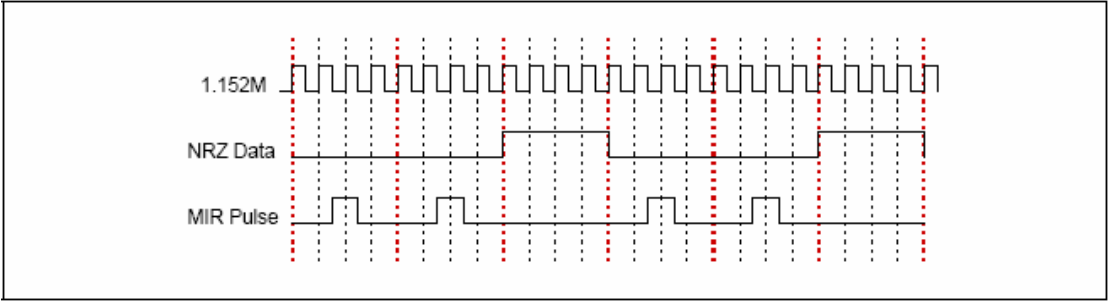

图 38-4 **MIR** 模式下的脉冲调制
**MIR** 脉冲通过 1/4 脉冲格式调制。图 38-4 显示脉冲产生。